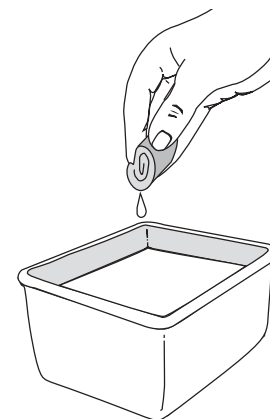

Fig. 36
3. Lavez le filtre dans un mélange d'eau et de détergent (Fig. 36). Rincez le filtre abondamment. Essorez-le. Laissez-le sécher complètement.